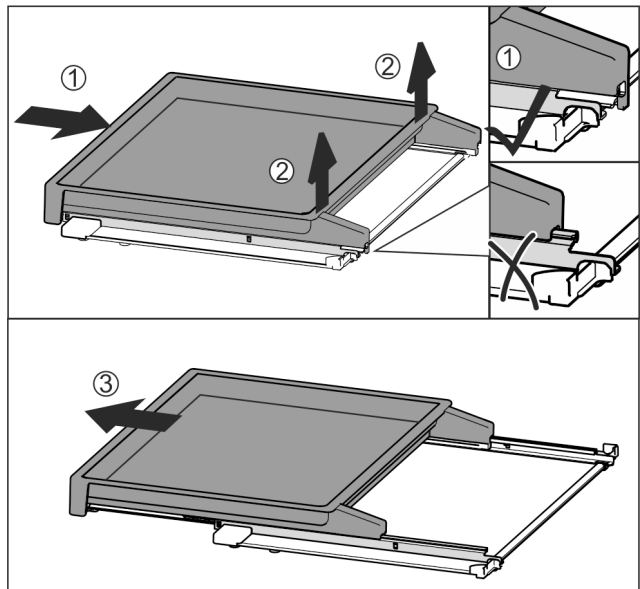

Fig. 50
- ▶ Spingere completamente il ripiano estraibile Fig. 50 (1).
- ▶ Staccare il blocco sul lato posteriore Fig. 50 (2).
- ▶ Estrarre in avanti il ripiano estraibile Fig. 50 (3).